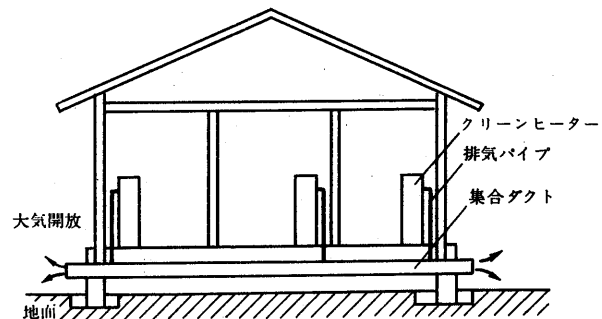

図53
(I) 集合ダクトの両端は、開放し、図53に示すように、開放端は、必ず床下を抜いて、大気中に出すこと。